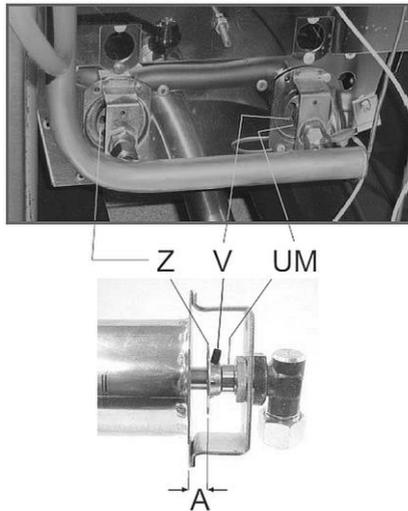

Abb. 3
4. Lockern Sie die Schraube V (Abb. 3).
5. Bauen Sie die Hauptbrennerdüse UM (Abb. 3) aus und ersetzen Sie diese durch eine für die neue Gasart geeignete Düse (im Lieferumfang enthalten). Die Angaben der Tabelle 2 beachten.
7. Bringen Sie den Luftregler Z (Abb. 3) auf den in der Tabelle 2 angegebenen Abstand A.